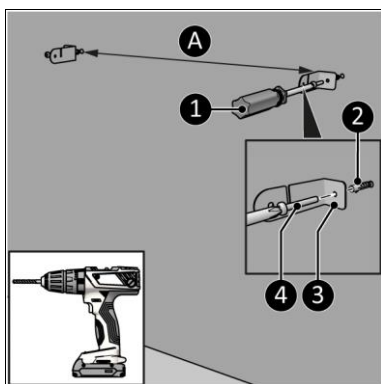

Figura 10
4. Faceți două găuri la cel puțin 610 mm deasupra podelei și la o distanță de (Figura 10, poz. A):
5. Puneți diblurile (Figura 10, poz. 2).
6. Înșurubați și strângeți un suport stânga și unul dreapta (Figura 10, poz. 3) pe perete cu un șurub mare (Figura 10, poz. 4), folosind o șurubelniță cu cap în cruce (Figura 10, poz. 1).